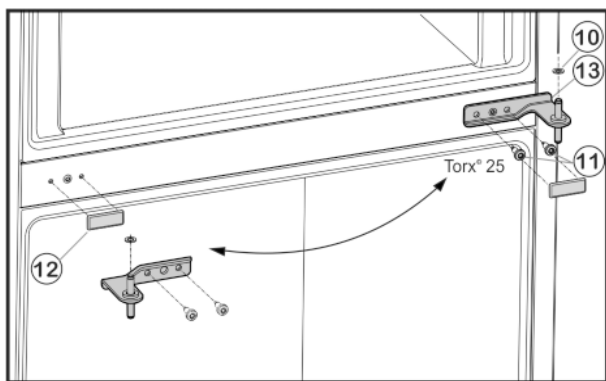

Fig. 5
- ▶ Викрутіть гвинти кріплення Fig. 5 (11) (2 шт. Torx® 25) та вийміть середній кронштейн з нижніх дверцят.
- ▶ Зніміть пластикову шайбу Fig. 5 (10).
- ▶ Обережно зніміть кришку Fig. 5 (12).
- ▶ Встановіть кришку Fig. 5 (12) на протилежному боці.
- ▶ Вставте середній опорний кронштейн Fig. 5 (13), повернувши його на 180°, у нижні дверцята і прикрутіть за допомогою гвинтів кріплення Fig. 5 (11) (2 шт. Torx® 25) до нового боку шарніра (з моментом 4 Нм).
- ▶ Знову встановіть пластикову шайбу Fig. 5 (10).
- ▶ Встановіть верхні дверцята на середній опорний кронштейн Fig. 5 (13).